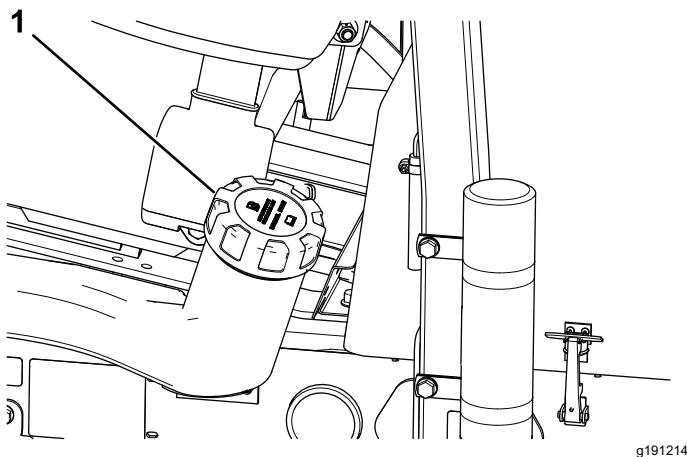

Figura 46
2. Limpie la zona alrededor del tapón del depósito de combustible (Figura 46).